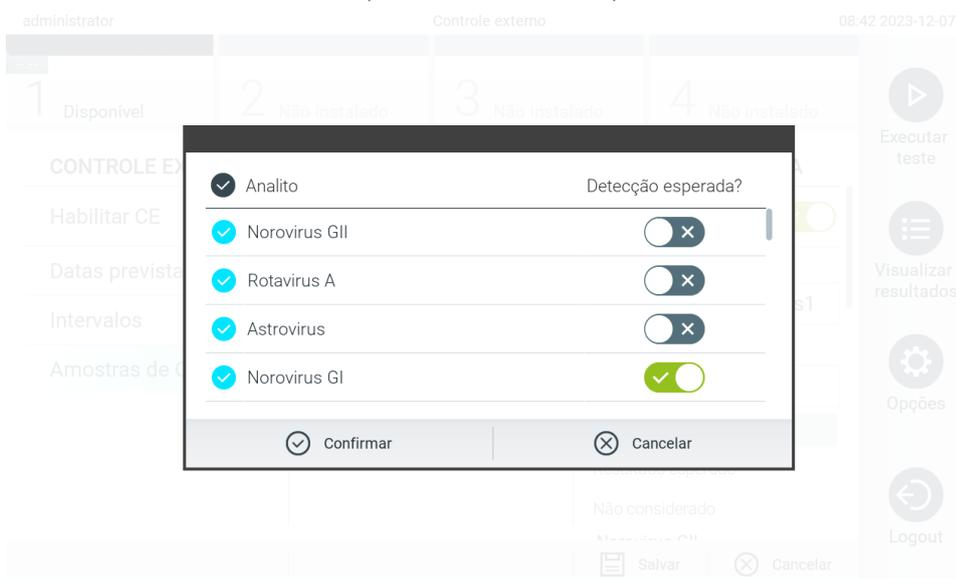

Figura 79. Tela de configuração EC Sample (Amostra de CE) de External Control (Controle externo).
10. Selecione Configure (Configurar) para editar os analitos em um teste de Controle externo (Figura 78). Na configuração de EC Samples (Amostras de CE) de External Control (Controle Externo), é possível determinar se um analito será considerado na execução de External Control EC (Controle Externo CE) e se é esperada uma detecção (Figura 79).